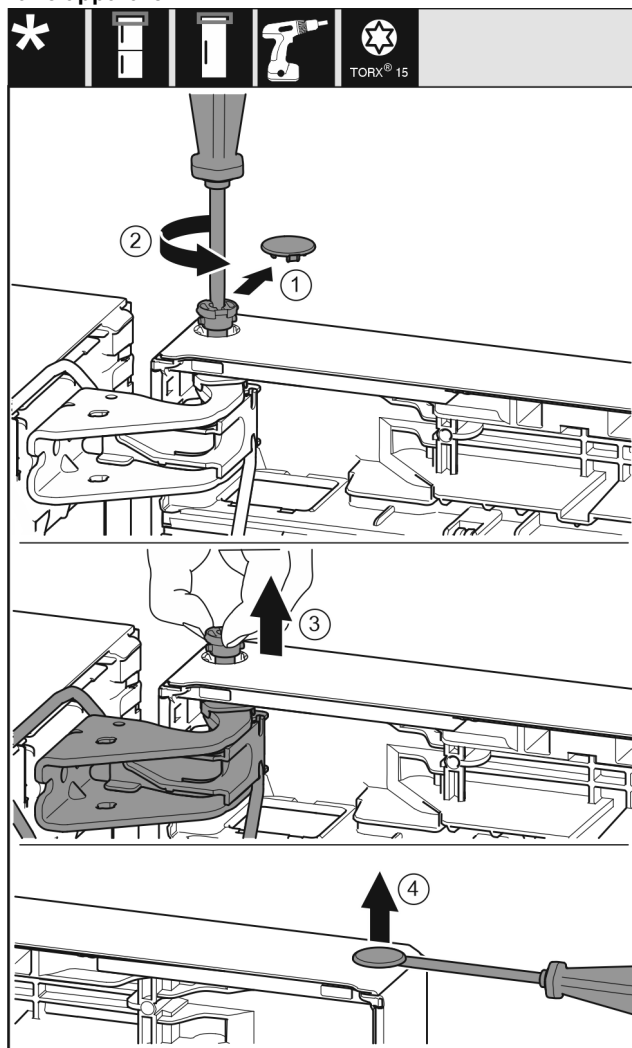

Fig. 22
- Trekk sikringsdekselet forsiktig av. Fig. 22 (1)
- Skru boltene ut et stykke med skrutrekker T15. Fig. 22 (2)
- Hold fast døren, og trekk boltene ut med fingrene. Fig. 22 (3)
- Løft proppen forsiktig ut av dørens lagerbøssing med en skrutrekker, og trekk den ut. Fig. 22 (4)